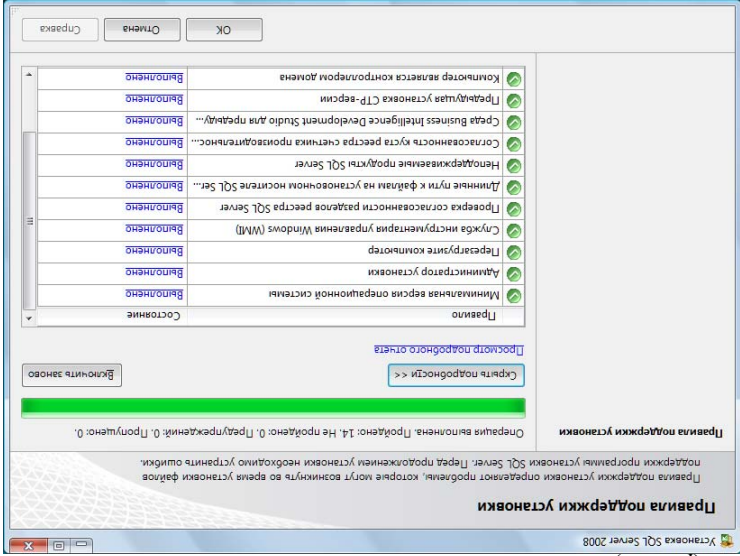

рис. 25
2.3. Нажать кнопку «Показать подробности» и убедиться, что все проверки успешно пройдены. Если будут обнаружены какие-то проблемы, то необходимо их устранить и запустить повторную проверку кнопкой «Включить заново». Затем закрыть данное окно кнопкой «ОК» (рис. 25):